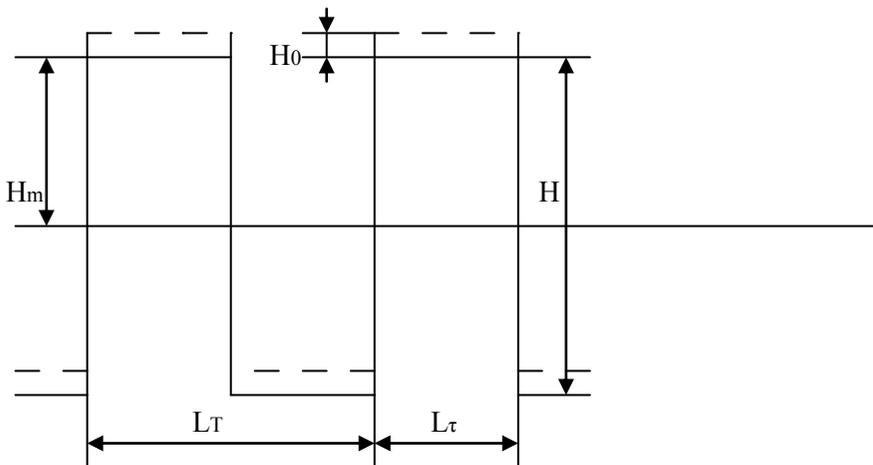

Рис.5.
-С помощью галетного переключателя макета отыскать изображение прямоугольного импульса (рис.5)
- Произвести измерение амплитуды прямоугольного импульса (аналогично п.7.3.2. (рис.5))
- Провести расчет временных интервалов (аналогично п.7.3.2 (рис.5)). Данные измерений и проведенные по ним расчеты занести в табл. 10